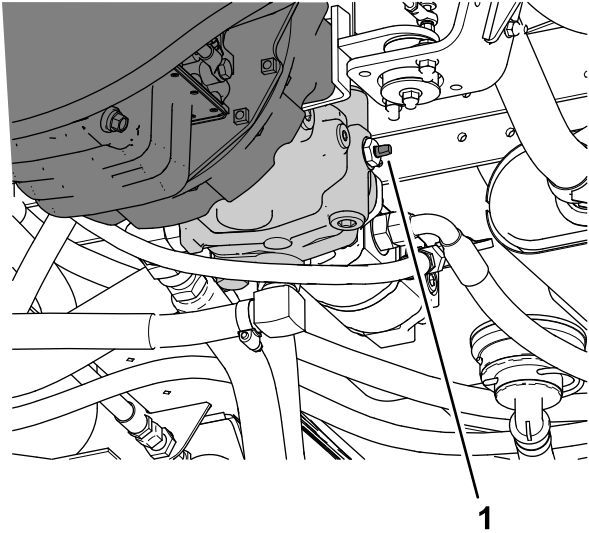

Figure 50
- Tournez la vanne de remorquage (Figure 50) de 90° dans un sens ou dans l'autre pour l'ouvrir.